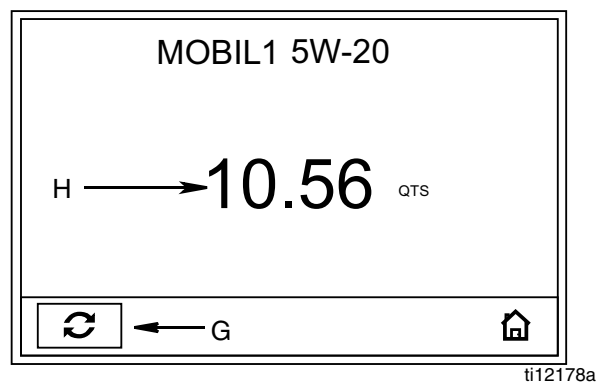

FIG. 21
2. Pulse el botón INTRO central para confirmar la selección. Aparecerá la pantalla de dispensado manual (FIG. 21).
El fluido circula. La cantidad mostrada comienza a contar desde cero o desde la cantidad previamente dispensada (FIG. 21) y aparece en el campo H.